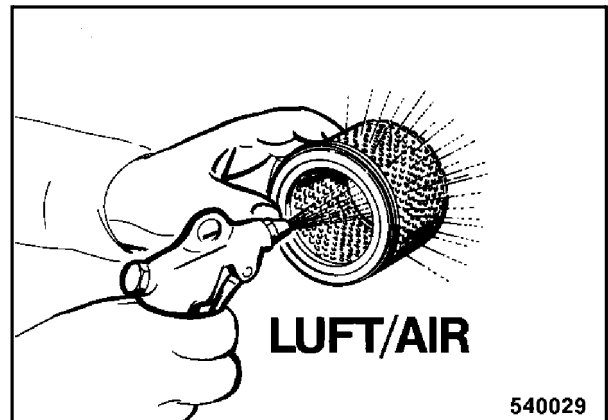

Fig. 5
- Con polvo seco fino el cartucho filtrante se limpia soplando con aire comprimido seco y limpio cuidadosamente desde el interior hacia el exterior (Fig. 5) (max. 6 bar).